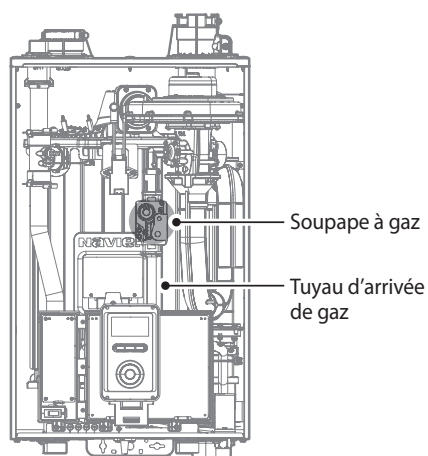

Figure 2. Composants internes des modèles NFB-H
4. Une fois les composants internes visibles, repérez le conduit d'arrivée du gaz et la soupape à gaz, comme illustré à la figure 2.